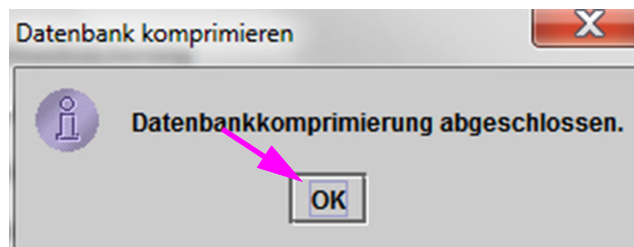

Abbildung 5-84. Dialogfeld „Datenbankkomprimierung abgeschlossen“
3. Klicken Sie auf **Fortfahren**, um die Datenbank zu komprimieren. Wenn das Komprimieren der Datenbank abgeschlossen ist, wird das Dialogfeld „Datenbankkomprimierung abgeschlossen“ angezeigt. Siehe Abbildung 5-84.